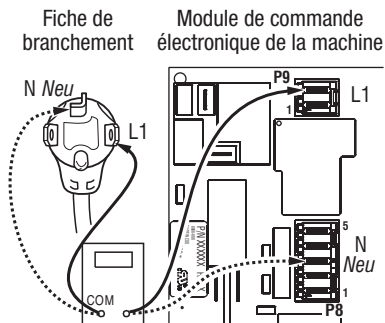

Figure 3. Liaison entre bornes et broches de branchement pour la sècheuse électrique.
4. Avec un ohmmètre, contrôler la continuité entre les broches L1 et N de la fiche de branchement du cordon d'alimentation et les bornes L1 et N du système de commande électronique de la machine. Voir figure 3.